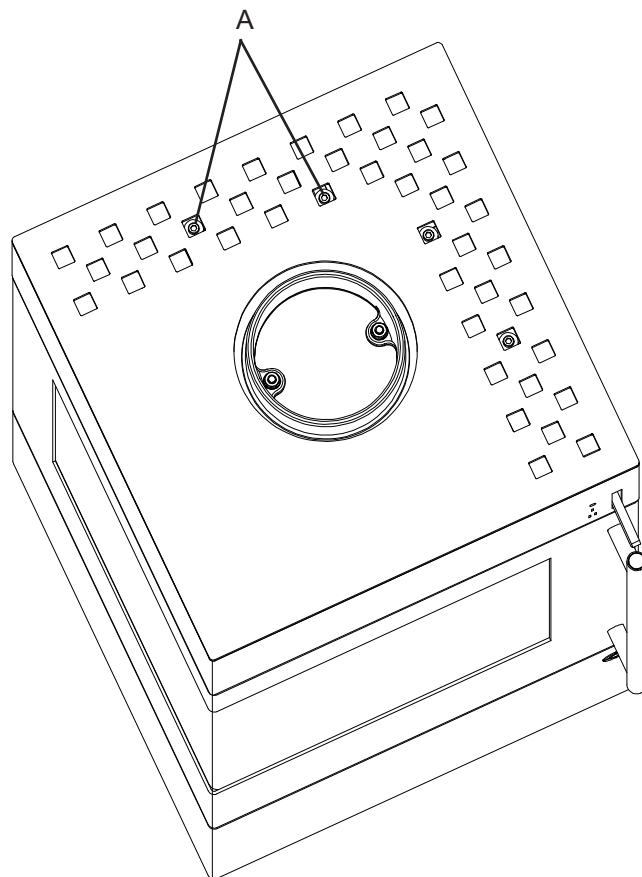

Fig.8
- Desserrer les vis de fixation (A) situées en haut de l'appareil (max. 2 tours, voir Fig.8)